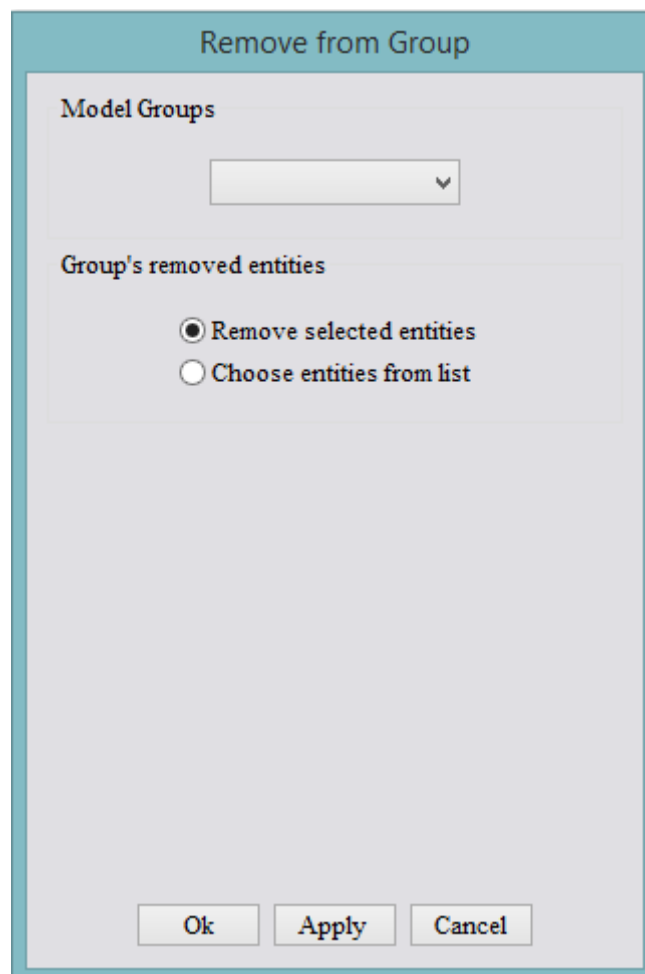

Figura 80 - Diálogo de remoção de entidades de grupos.
Este comando pode ser executado pela interface através do item Remove from Group... do menu Groups. O diálogo de remoção de entidades de grupos aparecerá (Figura 80), e seu funcionamento é similar ao descrito no item 3.9.1.